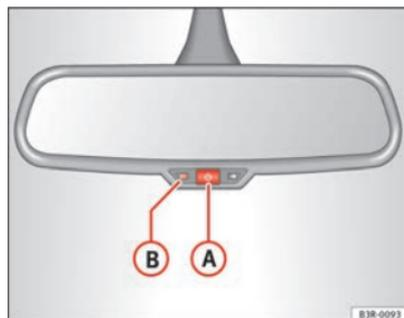

Fig. 103 Retrovisore interno con regolazione per la posizione anti-abbaglio Spia e tasto di attivazione
- Premere il tasto (A) ⇒ fig. 103. La spia (B) si spegne.
- Premere il tasto (A) ⇒ fig. 103. La spia di controllo (B) si accende.